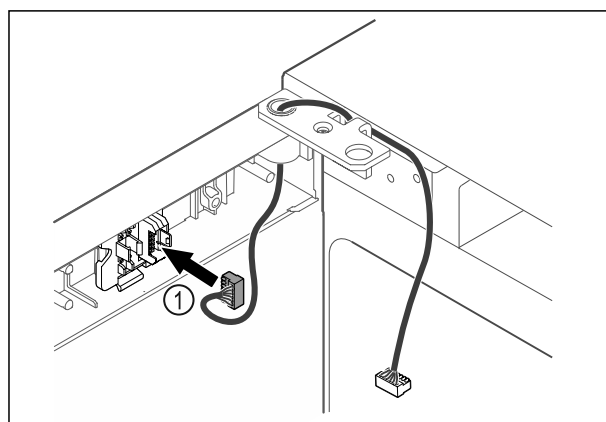

Fig. 64
- ▶ Sätt i kontakten Fig. 64 (1) i kontakthållaren.